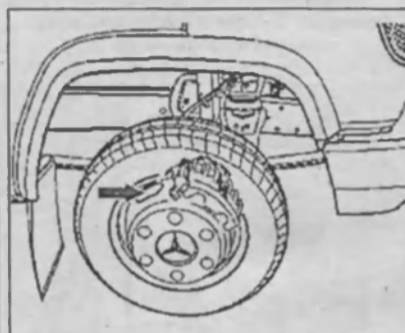

Рис. 2.13. Проверка толщины тормозных накладок передних колес.
3. Проверьте толщину тормозных накладок передних колес через отверстие в диске колеса (рис. 2.13).